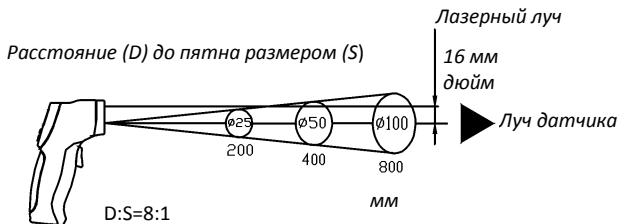

Рис.1
При увеличении расстояния (D) размер пятна измерения (S) становится больше. См.: **рис. 1.**